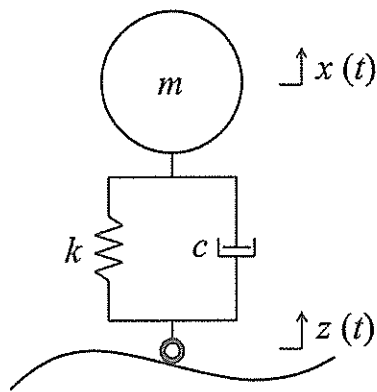
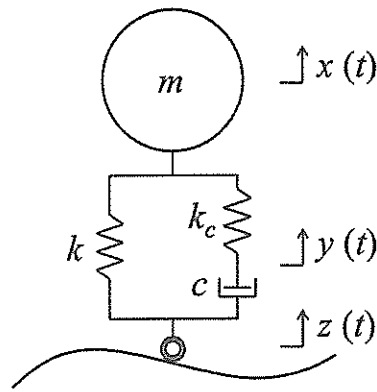

図4-1
図4-2
[4] サスペンションを有する自動車として質量  $m$  のおもりがばね定数  $k$  のばねと減衰係数  $c$  のダッシュポットによって支持されている図4-1に示した簡易なモデルがある. しかしながらサスペンションに利用されるダンパーの内部は, 減衰弁を通過するオイルのみならず, 圧縮されたガスも充填されているため, 図4-2に示したように減衰係数  $c$  のダッシュポットにばね定数  $k_c$  のばねが直列に接続されたモデルで表現されることもある. おもりの上下方向の絶対変位を  $x$ , ばねとダンパーの接続部の上下方向の絶対変位を  $y$ , 路面の上下方向の絶対変位を  $z$ , 時間を  $t$  とする. 以下の問いに答えなさい.
- (1) 変位励振を受ける図4-1の系の運動方程式を求めなさい.
- (2) 図4-1の系の固有円振動数  $\omega_n$  および減衰比  $\zeta$  を求めなさい.
- (3) 振幅  $Z$ , 円振動数  $\omega$  の変位励振  $z(t) = Z \cos \omega t$  を受ける図4-1の系のおもりの定常絶対変位応答  $x(t) = X \cos(\omega t - \phi)$  を求めなさい. ここで  $X$  はおもりの変位振幅であり,  $\phi$  は変位励振  $z(t)$  に対する位相を表す.
- (4) 図4-1の系について, 入力円振動数  $\omega$  が固有円振動数  $\omega_n$  の $\sqrt{2}$ 倍となる場合の振幅比  $X/Z$  を求めなさい.
- (5) 図4-2の系の運動方程式を求めなさい.